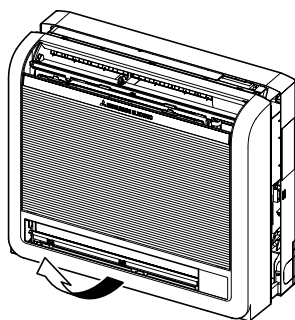

Fig. 3-4
- Verwijder het voorste rooster in opwaartse richting. (Fig. 3-4)